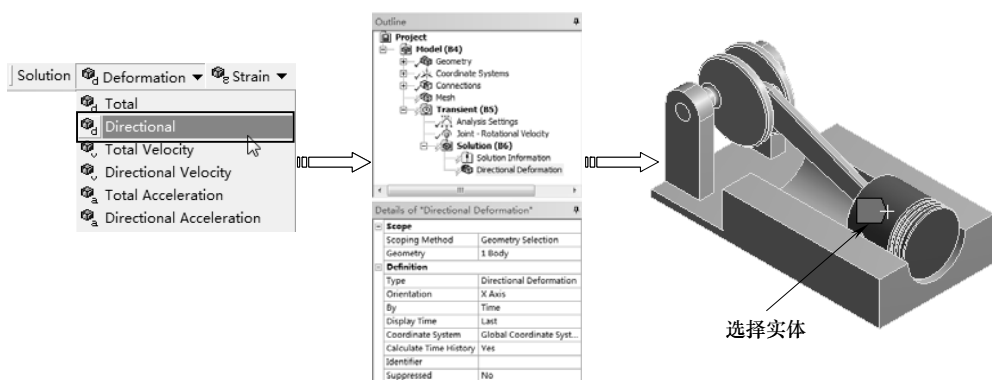

图 10-52 添加位移求解项
2) 求解位移。单击【Solution】工具栏上的【Deformation】|【Directional】命令，此时在分析树中插入【Directional Deformation】项，在图形区选择如图 10-52 所示的实体，在详细设置窗口中设置【Orientation】为 X Axis，如图 10-52 所示。